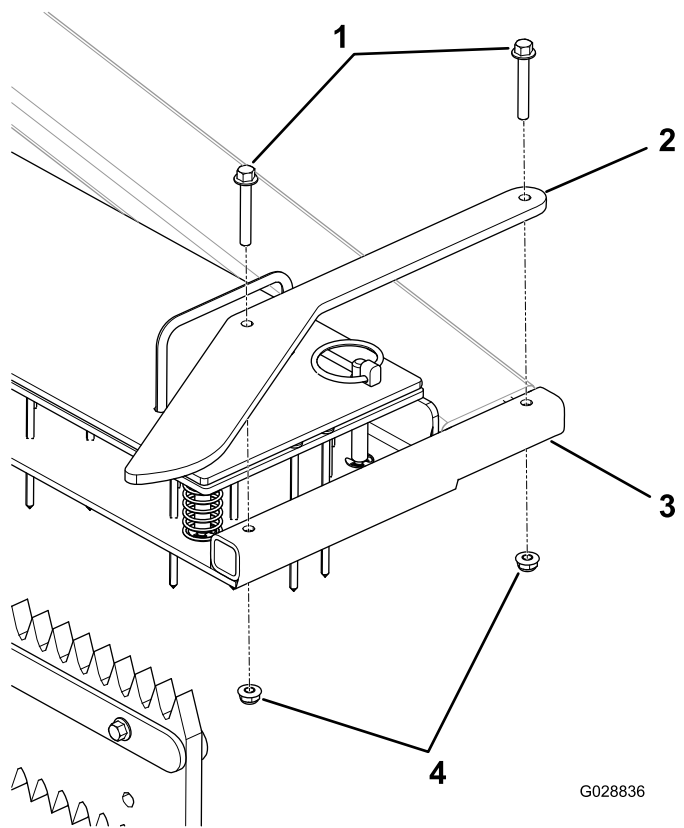

Figure 10
- Alignez les trous d'un déflecteur latéral et les trous dans le côté du cadre du scarificateur traîné, comme montré à la Figure 10.
- Fixez le déflecteur latéral à l'aide de 2 vis et 2 contre-écrous (Figure 10).